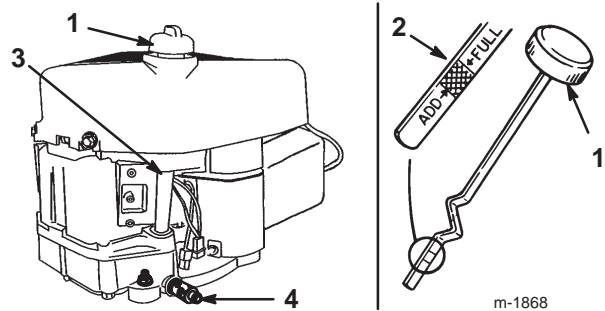

Figure 18
7. Nettoyez la surface autour de la jauge d'huile (Fig. 18) pour éviter que des impuretés ne s'introduisent dans le goulot de remplissage, ce qui risquerait d'endommager le moteur.
8. Dévissez la jauge d'huile et essuyez soigneusement l'extrémité métallique (Fig. 18).
9. Revissez la jauge complètement dans le goulot de remplissage (Fig. 18).
13. Nettoyez la surface autour de la jauge d'huile et dévissez le bouchon (Fig. 18).
14. Versez lentement environ 80% de la quantité d'huile moteur dans le goulot de remplissage (Fig. 18) (voir Changement de l'huile moteur et du filtre, page 22).